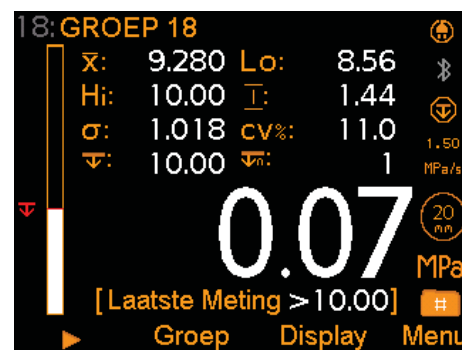

Fig. 2: Geselecteerde statistieken
- **Geselecteerde statistieken (Fig. 2)**; u kunt tot wel 8 statistische waarden laten weergegeven door deze in te stellen via Display/Statistieken/Selecteer Statistieken. Kies uit: